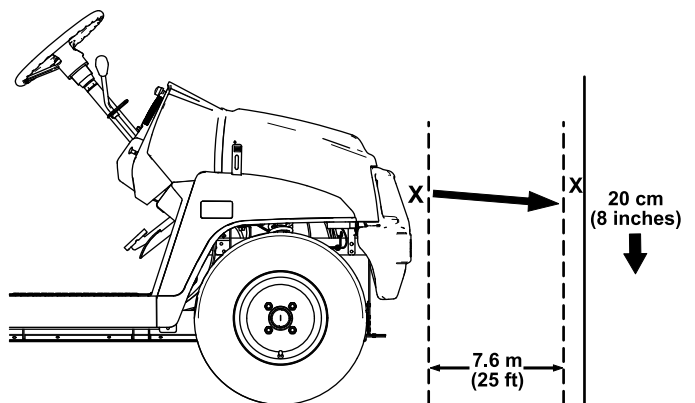

Figure 47
1. Garez la machine sur une surface plane et horizontale avec les phares à environ 7,6 m (25 pi) devant un mur (Figure 47).
La partie la plus brillante du faisceau doit se trouver 20 cm (8 po) en dessous du repère que vous avez fait sur le mur (Figure 47).